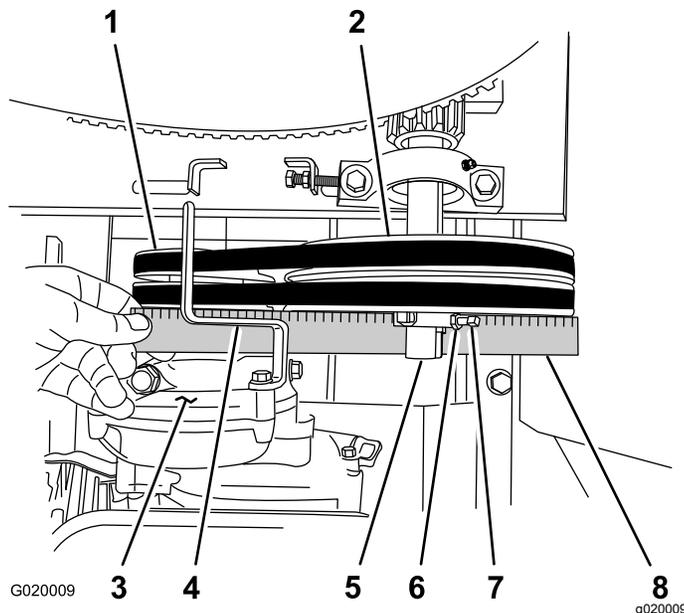

Figure 67
- D. Placez une règle droite en travers de la poulie de moteur et de la poulie de tension (Figure 67).
- Au besoin, faites pivoter le moteur sur le plancher moteur jusqu'à ce que la poulie de moteur et la poulie de tension soient alignées sur la règle droite (Figure 67).